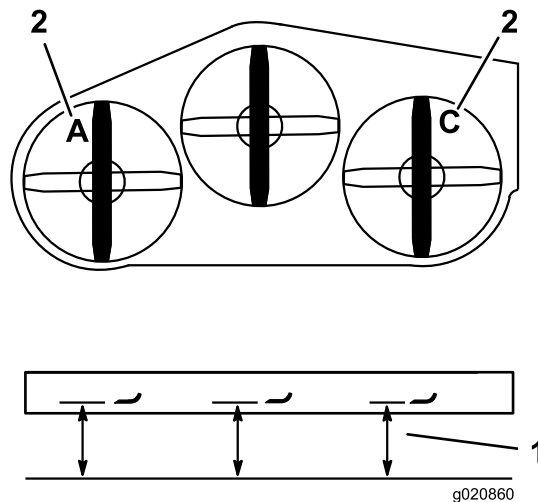

Figure 82
3. Mesurez et notez la distance au point **A** entre la surface plane et le tranchant de la pointe de la lame gauche (Figure 82).
4. Mesurez et notez la distance au point **C** entre la surface plane et le tranchant de la pointe de la lame droite (Figure 82).
7. Ajustez les boulons de réglage dans les chapes, aux points **A** et **C** pour obtenir la hauteur correcte (Figure 82).
3. Mesurez et notez la distance au point **C** entre la surface plane et le tranchant de la pointe de la lame droite (Figure 82).